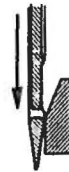

Fig. 9
- Controllare che quando l'ago è tutto in basso il foro dello stesso si trovi nella condizione illustrata nella fig. 9: eventualmente regolarlo mediante le viti  $B$ .